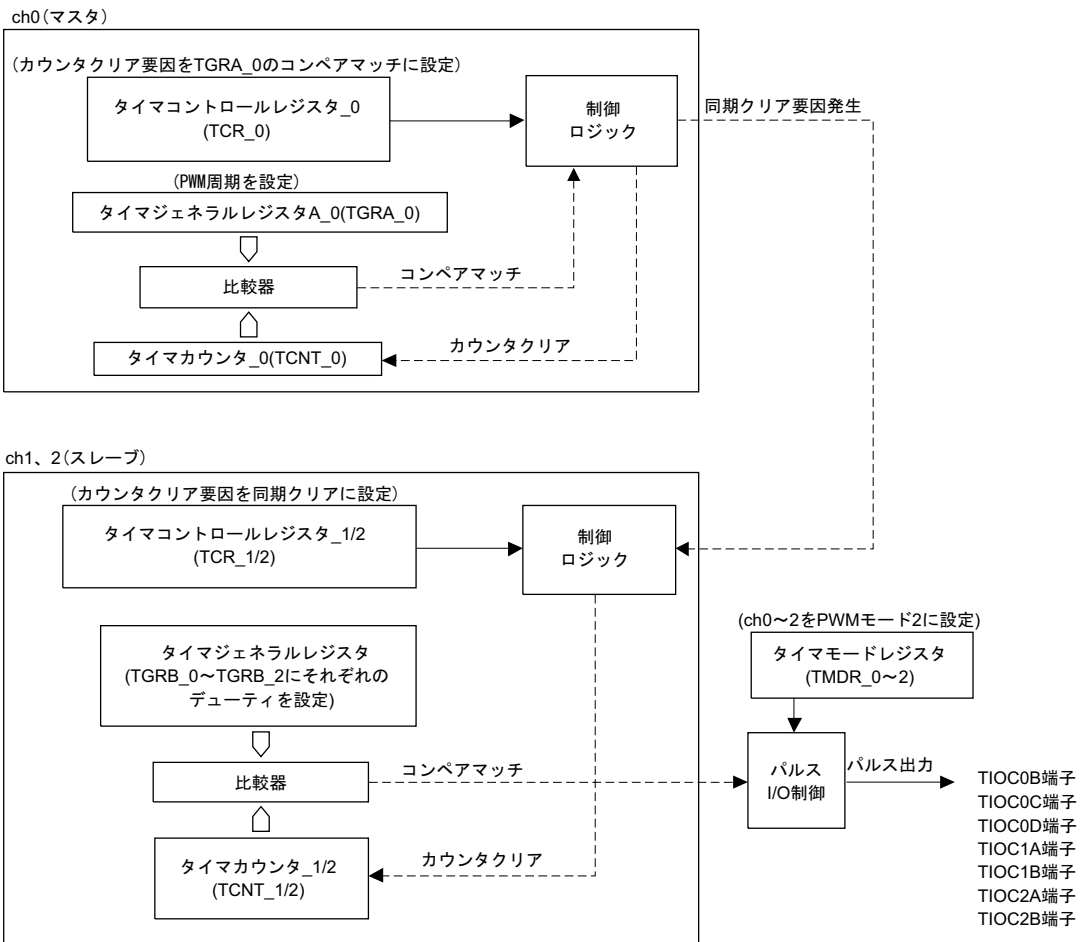

図 2.11 同期クリアブロック図
- (1) 本タスク例ではMTUのch0～ch2までを同期動作させ、7相のPWM出力をします。
- (a) 図2.11に本タスク例で使用するMTUのブロック図を示します。